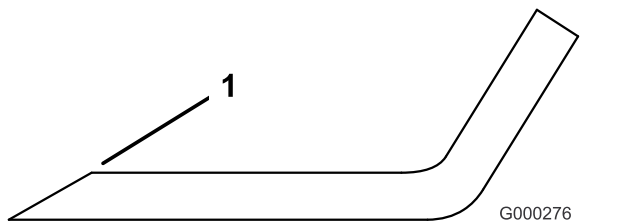

Figura 100
1. Utilice una lima para afilar el filo de corte en ambos extremos de la cuchilla (Figura 100).